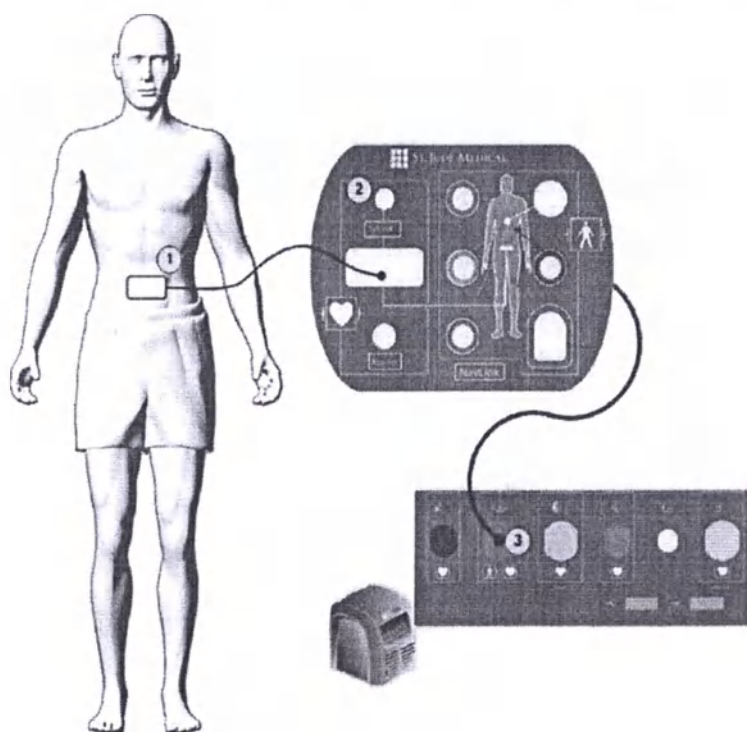

Рисунок 3- Подключение референсного электрода для работы с системой навигации.
Пронумерованные шаги в следующей процедуре соответствуют пронумерованным сноскам на Рисунок 3.
1. Наложите референсный электрод для работы с системой навигации на живот пациента (Рисунок 3).
Обратите внимание на расположение других патчей и электродов на теле пациента; особенно это касается униполярного референс – электрода нулевого потенциала для РЧ-генератора (данный электрод не предъявлен к регистрации и поставляется отдельно), рисунок 3.